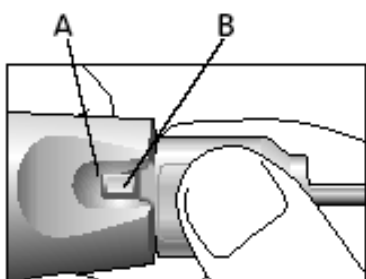

Figura 12. Ranhura (A) e chave (B) 12.
Para inserir uma lâmina, oriente a peça de mão de modo que possa ver a ranhura (A) na peça de mão e a lingüeta (B) na lâmina (Figura 12). Insira a lâmina na peça de mão de modo que a lingüeta fique dentro da ranhura. A lingüeta deve ser empurrada o mais proximalmente possível para haver trava positiva.